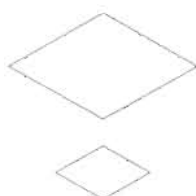

图 13-103
(9) 选中 10×10mm 的矩形, 然后单击“修改”工具栏中的“移动”按钮, 将其沿 z 轴向上移动 10mm, 如图 13-103 所示, 命令执行过程如下。